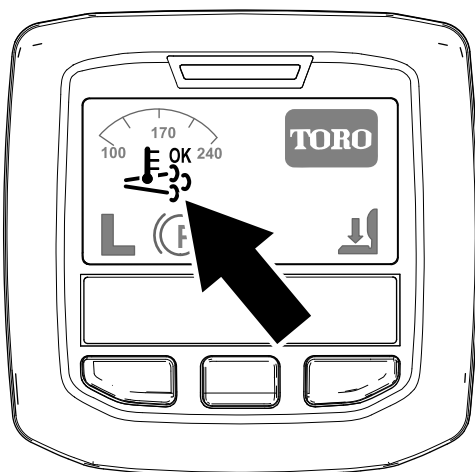

Bild 37
- Das Symbol für die unterstützte bzw. Rücksetzen-Regenerierung wird im InfoCenter angezeigt (Bild 37).